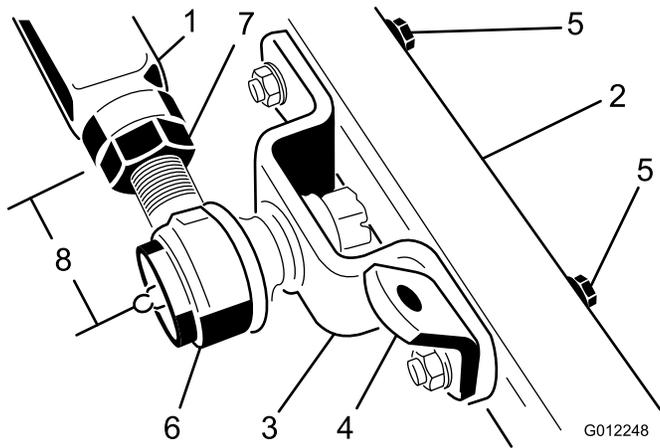

Bild 7
1. Entfernen Sie die zwei Kopschrauben, Flachscheiben und Bundmuttern, mit denen die linke Kugelgelenkbefestigung und die Kettenhalterung am linken Laufradarm befestigt sind (Bild 7). Entfernen Sie die Kugelgelenkbefestigung und die Kettenhalterung.
2. Entfernen Sie den Splint und die Mutter, mit denen die linke Kugelgelenkhalterung am linken Schubarm an der Zugmaschine befestigt ist. Montieren Sie die Kugelgelenkhalterung (vom Laufradarm abgenommen) mit der vorher entfernten Mutter und dem Splint am Schubarm (Bild 7).
3. Messen Sie den Abstand vom Ende des linken Schubarms bis zur Mitte des Kugelgelenks (Schmiernippel) (Bild 7). Der Abstand sollte ungefähr 64 mm betragen. Wenn der Abstand nicht 64 mm beträgt, lösen Sie die Klemmmutter, mit der das Kugelgelenk am Schubarm befestigt ist, und drehen Sie das Kugelgelenk heraus oder hinein, um den richtigen Abstand zu erhalten (Bild 7). Ziehen Sie die Klemmmutter noch nicht fest.